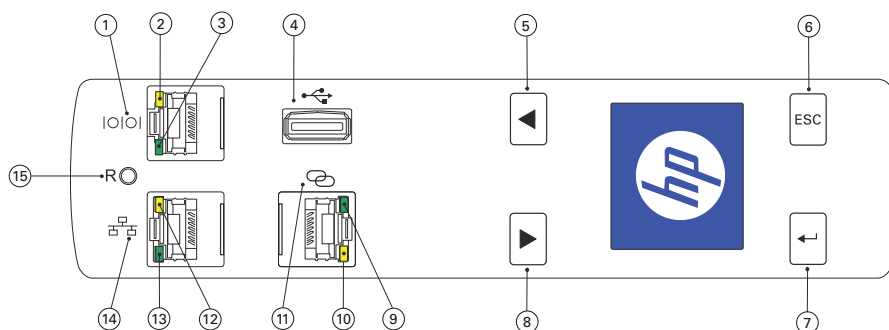

図 23. フロントパネルのポートとボタン（22U、36U、および 42U のフロントパネル）
- 新しい値を承認するには、凹んだリセットボタンを使って PDU を再起動します（32 ページの図 23 を参照）。
モニター付き PDU のフロントパネルには通信と環境の監視ポート、LED ステータスインジケータ、および操作ボタンがあります。フロントパネルには 3 つの異なるバージョンがあります。ボタンとポートの位置は変わりますが、どのモデルでも同じボタンとポートを見つけることができます（図 23 を参照）。
表 5 は、図 23 に見られるポートとボタンを示しています。